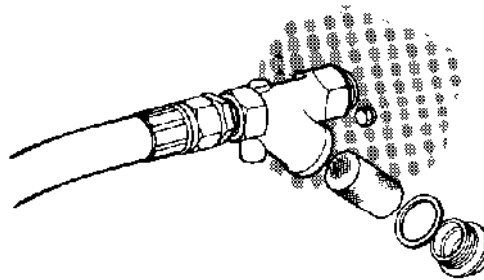

fig. 19
- Remove the hexagonal plug located on the lower side of the filter (*fig. 19*)
- Desmontar el tapón hexagonal de la parte inferior del filtro (*fig. 19*).
- Démonter le bouchon hexagonal du dessous du filtre (*fig. 19*)
- Remove the hexagonal plug located on the lower side of the filter (**fig. 19**).
- Desmontar el tapón exagonal de la parte inferior del filtro (**fig. 19**).
- Démonter le bouchon hexagonal du dessous du filtre (**fig. 19**).